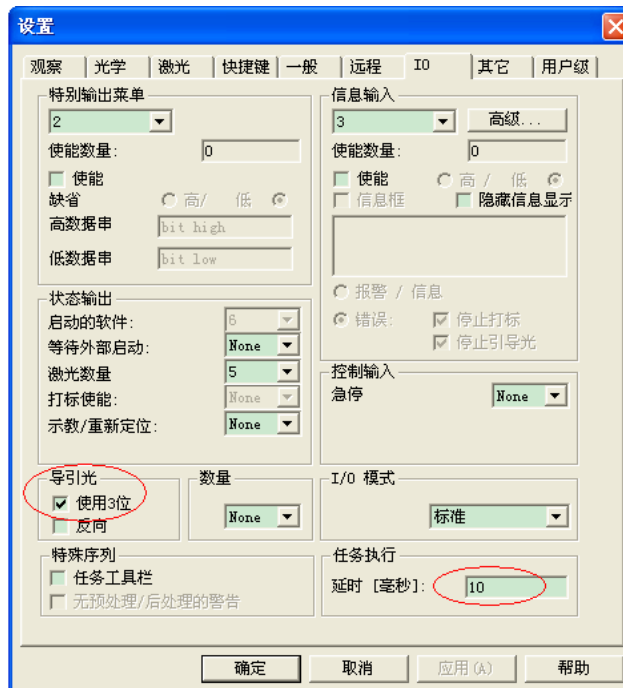

图 21
① 在“导引光”勾选框勾选“使用 3 位”，在“任务执行”输入延时务必要大于或等于“10”毫秒，如图 21：